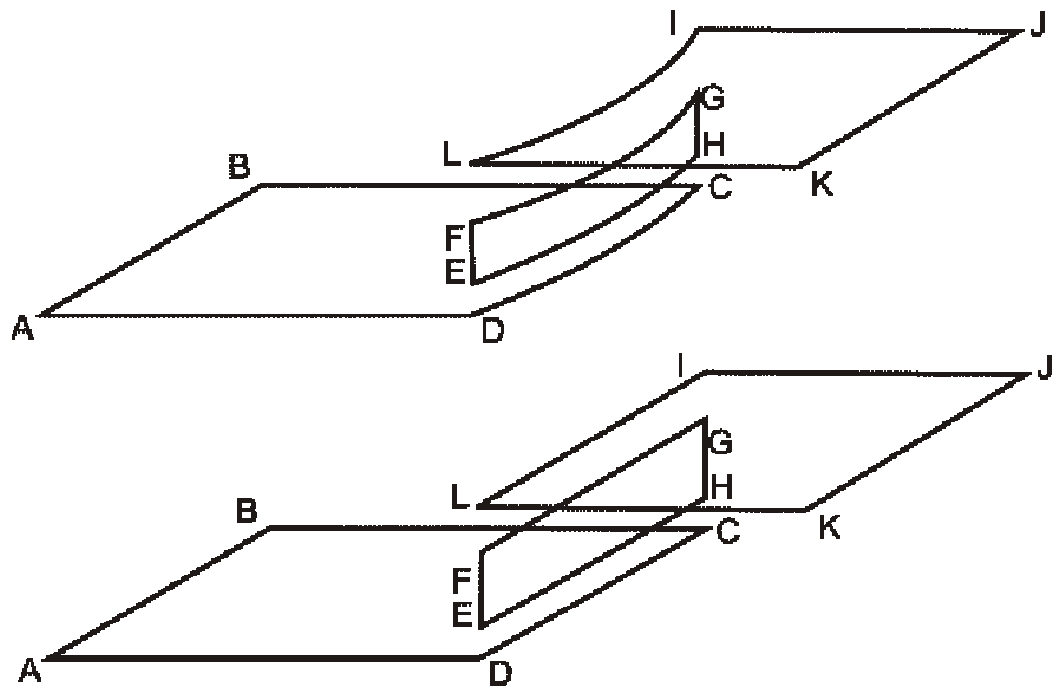
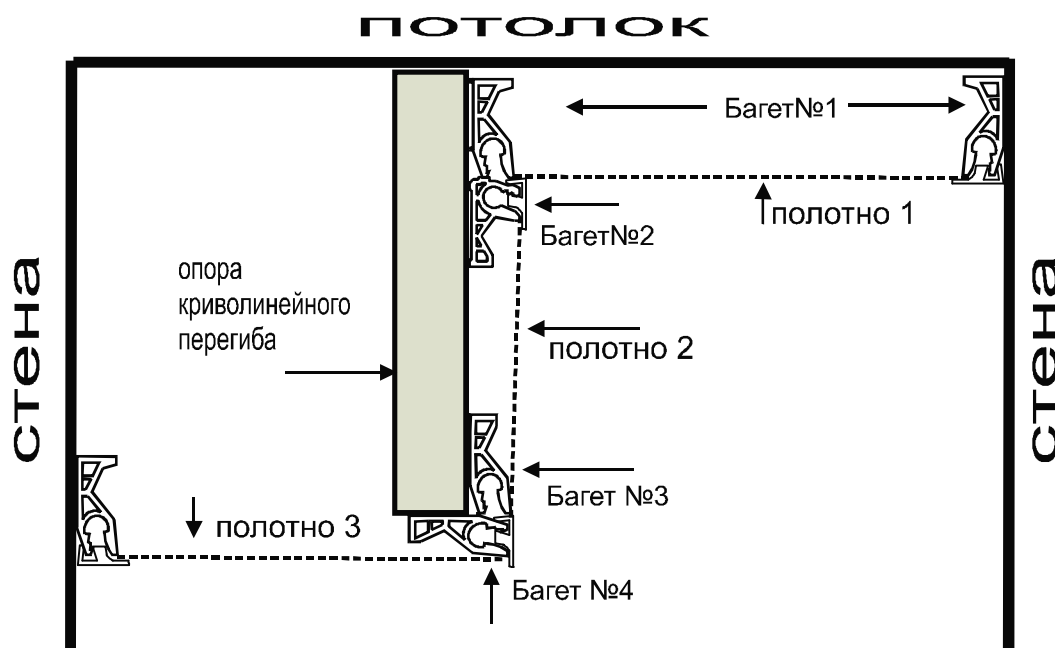

Рисунок 2 (Схематическое расположение полотен и багета потолка с перегибом в три полотна)
Рис.4 (Перегиб в три полотна)
- Перегиб в три полотна. Когда высота криволинейного перегиба больше 15 см или его коэффициент изгиба больше величины 0.2-0.3. Этот способ перегиба возможен и в случае, когда перегиб должен выглядеть как утопленная внутрь конструкция (так называемый «колодец») в центре основного полотна нижнего (первого) уровня (см рис. 2);
5. **Натяжка полотна первого (ближнего к бетонным потолкам) уровня.** Полотно натягивается по обычной схеме. Перед установкой этого потолка необходимо демонтировать **потолочный багет №2** (Рис.2) второго уровня (Фото 8). После натяжки полотна, демонтированный багет №2 в сборе со вставкой ставится на место вплотную к полотну. Перед натяжкой полотна второго уровня, вставка должна быть снята.
- полотно 2 (Рис.4) может располагаться по волнообразной и кривой линии по отношению к стенам;
- возможность сделать полотно 3 (Рис.4) единым по всему периметру комнаты без разделительных элементов в углах;
4. **Определение второго уровня.** Для определения начала второго уровня, от первого уровня следует опуститься на высоту перегиба, уменьшенную на толщину стенового багета. Стеновой багет второго уровня (Profilo S 150) укладывается по линии ABCD (Рис.2) по стенам помещения и нижней части каркаса (багет №4 Рис.4).
5. **Монтаж точки перехода** в другую плоскость и третьего полотна. Вместо перегибного профиля ставится двойной состыкованный багет (багет №3 и багет №4 Рис.4), по линиям EFGH укладываем потолочный багет Profilo P 150, а по линии EH Profilo S 150.
Натяжка полотен. В данном случае полотна тянутся последовательно - полотно 1, к нему пристыковывается полотно 2, затем полотно 3 (Рис.4). Методика натяжки такая же, как и в нужно учитывать при работе с клиентами.